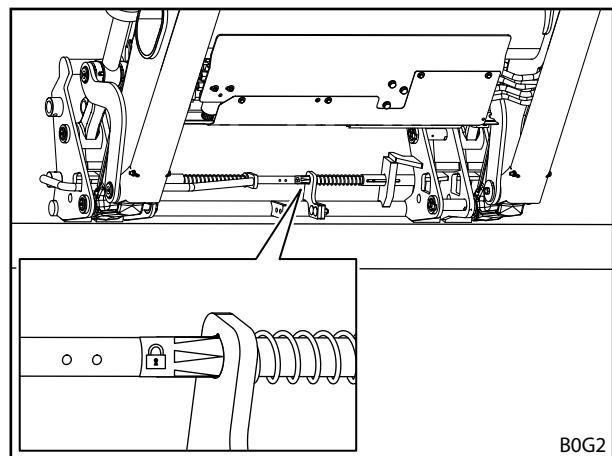

Abb. 84 Werkzeug-Verriegelung anhand des Aufklebers prüfen (Kombi-Wechselrahmen Euro-FR)
- (1) Schöpfen-Funktion betätigen. Hierbei darf der Frontlader maximal 1,5 m angehoben werden.
**i** Bei Kombi-Wechselrahmen Euro-FR befindet sich der Aufkleber an der mittleren Aufnahmeplatte (siehe Abb. 84).